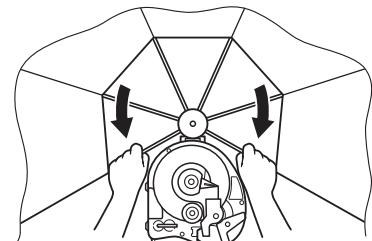

Fig. 19
- (2) Ouvrir complètement la protection en déployant les bras comme indiqué ci-dessous, jusqu'au déclic. (Fig. 19)